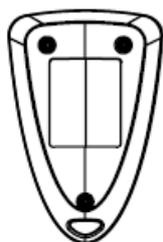

Figure 16. Capot de la batterie
1. Ouvrir le couvercle de la pile en dévissant les 3 vis sur le derrière de l'émetteur (voir la figure 16).